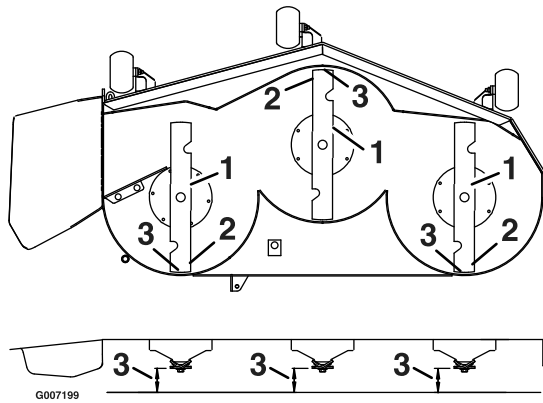

Figura 46
- Gire cuidadosamente las cuchillas colocándolas en el sentido de avance de la máquina (Figura 46).
- Mida entre la punta de la cuchilla delantera y la superficie plana y entre la punta de la cuchilla trasera y la superficie plana (Figura 46). Si la punta de la cuchilla delantera no está entre 1/16-5/16 pulg. (1,6